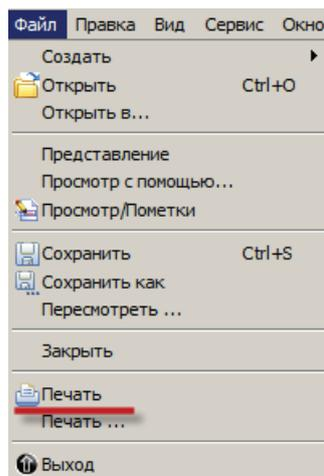

Рисунок 7.12
- выбрать объект в рабочей области приложения **Мой Teamcenter**, для чего нужно выбрать объект и воспользоваться командой основного меню **Файл > Печать** (рис. 7.12).